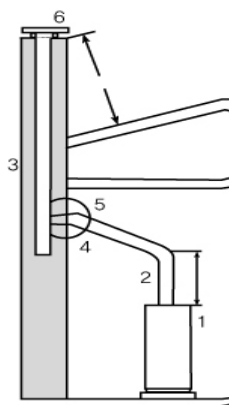

рис. 28.1.
2. Дымоход здания. (Рис. 28.1.)